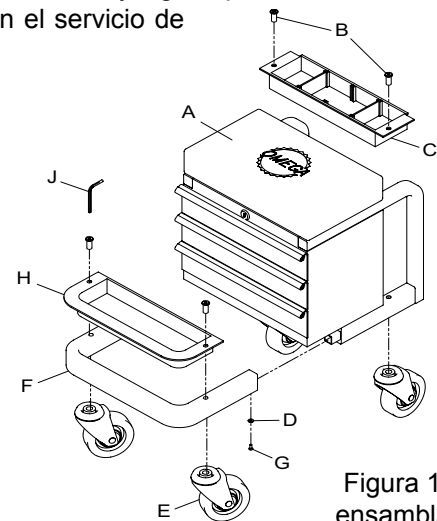

Figura 10:
Antes de empezar a ensamblar el producto, asegúrese de que todas las piezas estén presentes. Compare las piezas con la lista de contenidos del paquete y la ilustración de la Figura 10. Si hay alguna pieza faltante o dañada, no intente ensamblar, instalar ni utilizar el producto. Comuníquese con el servicio de atención al cliente para obtener las piezas de repuesto.
INSTRUCCIONES DE ENSAMBLAJE (consulte la Figura 10)
- Una las secciones del marco insertando la sección frontal del marco (F) en secciones de canal del subconjunto de la caja de herramientas (A). Alinee los orificios para tornillos y los tornillos de rosca (G) que vienen con arandelas (D) en los orificios correspondientes en las secciones del canal. No ajuste los tornillos todavía.
- Coloque una ruedecilla (E) y una bandeja para taburete (C o H) de forma simultánea. Ubique un montante para ruedas en el orificio del marco inferior como se muestra en la Figura 10. Coloque la bandeja para taburete en la posición, alineando el orificio del marco inferior con el orificio correspondiente en la bandeja. Inserte el sujetador para la rueda en el montante de las ruedas libres.
INSTRUCCIONES DE FUNCIONAMIENTO (Consulte la figura 10)